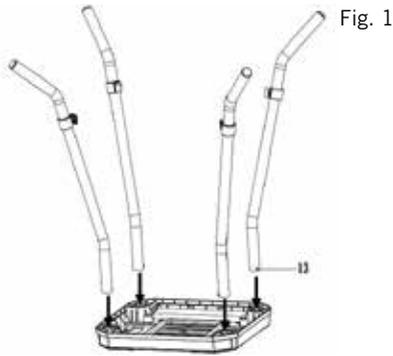

Fig. 1
3. Fissare i quattro tubi verticali [12] alla base del barbecue [11] (Fig. 1). Il tubo verticale deve essere inserito nella rispettiva apertura nella base del barbecue. All'estremità dei tubi verticali è presente un perno [13], che si innesta producendo un rumore quando il tubo si è inserito correttamente.